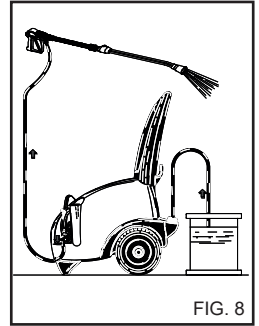

FIG. 8
Bed forhandleren om kataloget over de rengøringsmidler som kan anvendes afhængig af arten af det pågældende vaskearbejde og den overfladetype der skal behandles. Efter brug af rengøringsmidlet, skal rengøringsmiddelindtaget skylles ud med rent vand. (Fig. 8).
- 1) Efter brug sammen med rengøringsmidlet skal højtryksvandssystemet skylles omhyggeligt: Lad pumpen være aktiveret i 1 minut, mens doseringshanen er fuldstændigt lukket. (fig. 8).
- 4) Efter brug sammen med rengøringsmidlet skal højtrykssvandsystemet skylles omhyggeligt: Lad pumpen være aktiv i 1 minut, mens doseringshanen er fuldstændigt lukket. (fig. 8).